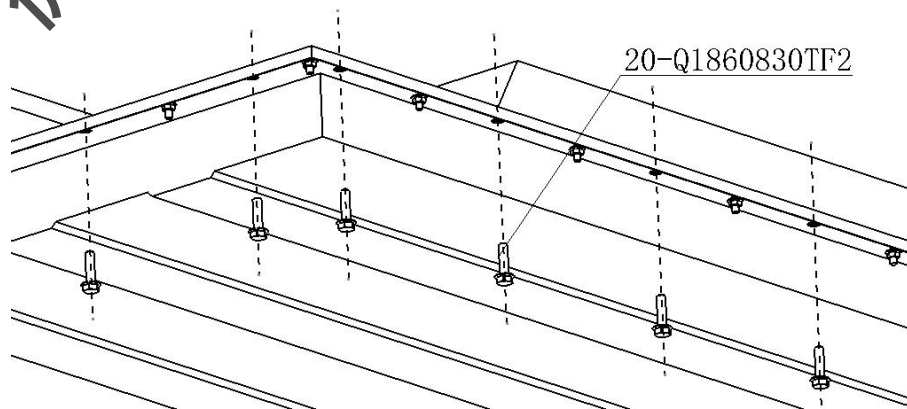

图4-2
(4).使用绝缘扳手将动力电池从车辆底部拆下，将拆下的动力电池安放在绝缘支架上，拆卸过程中应避免碰撞。动力电池固定螺栓数量为20个，型号为Q1860830TF2，紧固时的扭力值为 $33 \pm 3N \cdot m$ （如图4-2所示）。